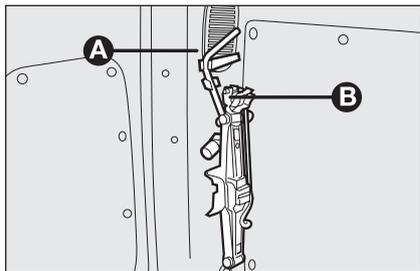
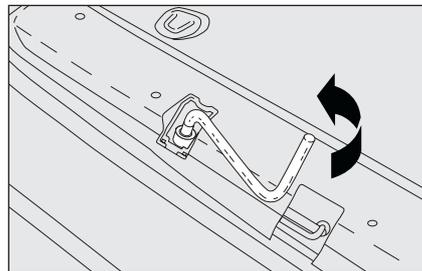

fig. 3
fig. 4
- extraiga la palanca de maniobra **A-fig. 3** de los sistemas de fijación;
- desenrosque el dispositivo de bloqueo **B-fig. 3**;
- desenrosque con la palanca de maniobra **B-fig. 3** el bulón de bloqueo de la rueda de repuesto **fig. 4**;